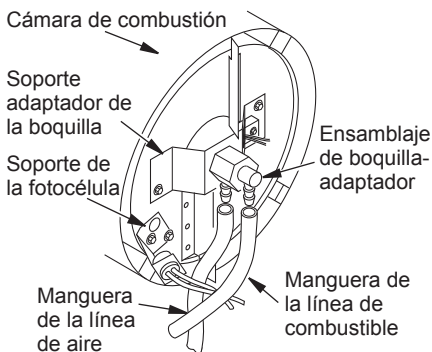

Figura 14 - Desmontaje de las mangueras de las líneas de aire y combustible
3. Retire las mangueras de las líneas de aire y combustible del ensamblaje de la boquilla (consulte las figura 14).